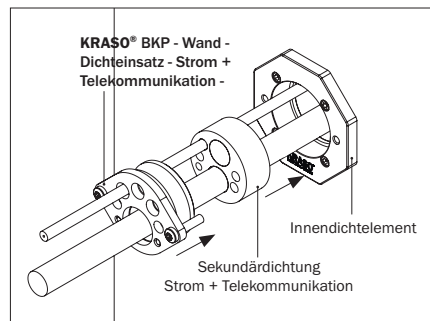

Abbildung 13.4: KRASO® BKP - Wand - Dichteinsatz - Strom + Telekommunikation - und Sekundärdichtung Strom + Telekommunikation
- Schieben Sie den **KRASO® BKP - Wand - Dichteinsatz - Strom + Telekommunikation** - mit der Gumdichtung voraus über die Rohrleitung bis in das Innendichtelement des **KRASO® Bauherren-Komfortpakets - Wand - ESH**. Beachten Sie, dass die Schraublöcher am Dichteinsatz und die Kernlöcher im Innendichtelement übereinander liegen (s. Abbildung 13.4).